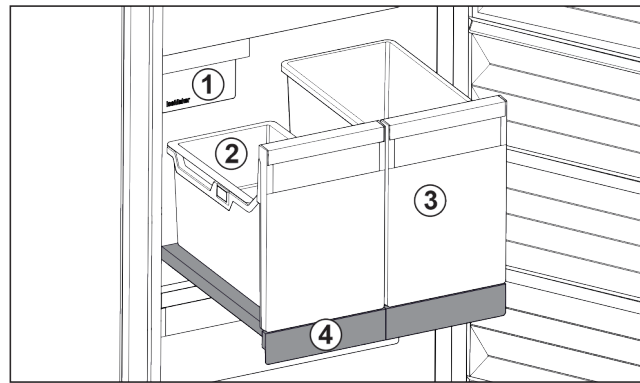

Fig. 88 Izvlačna ploča s IceTower
- (1) IceMaker
- (2) Ovjесna posuda za kockice leda
- (3) Spremnik za npr. pizzu, alkoholna pića
- (4) Izvlačna ploča
Na izvlačnoj ploči se nalaze dva visoka spremnika (IceTower). U spremniku se skupljaju i spremaju Fig. 88 (2) kockice leda iz IceMaker. Spremnik Fig. 88 (3) je prikladan za čuvanje visokih namirnica kao što su pizza ili alkoholna pića.